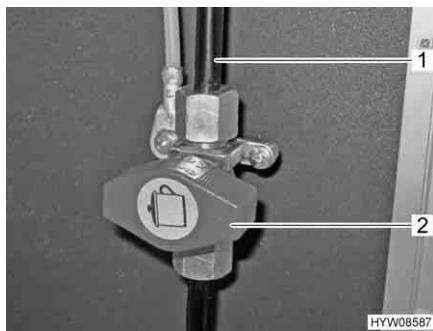

Fig. 36 Simbolo sul rubinetto di arresto del gas
Nel veicolo, il fornello a gas è dotato di un rubinetto di arresto del gas (Fig. 36,2).
- Apertura:** ■ Posizionare il rubinetto di arresto del gas parallelamente alla tubatura (Fig. 36,1) che alimenta il fornello a gas.
- Chiusura:** ■ Posizionare il rubinetto di arresto del gas trasversalmente alla tubatura (Fig. 36,1) che alimenta il fornello a gas (Fig. 36).